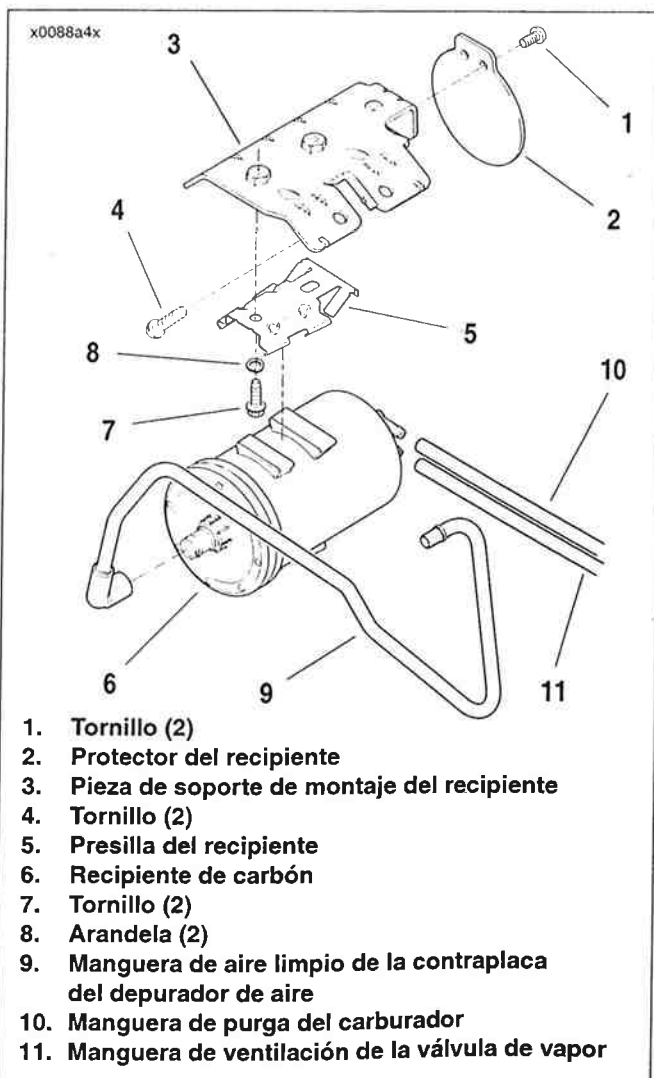
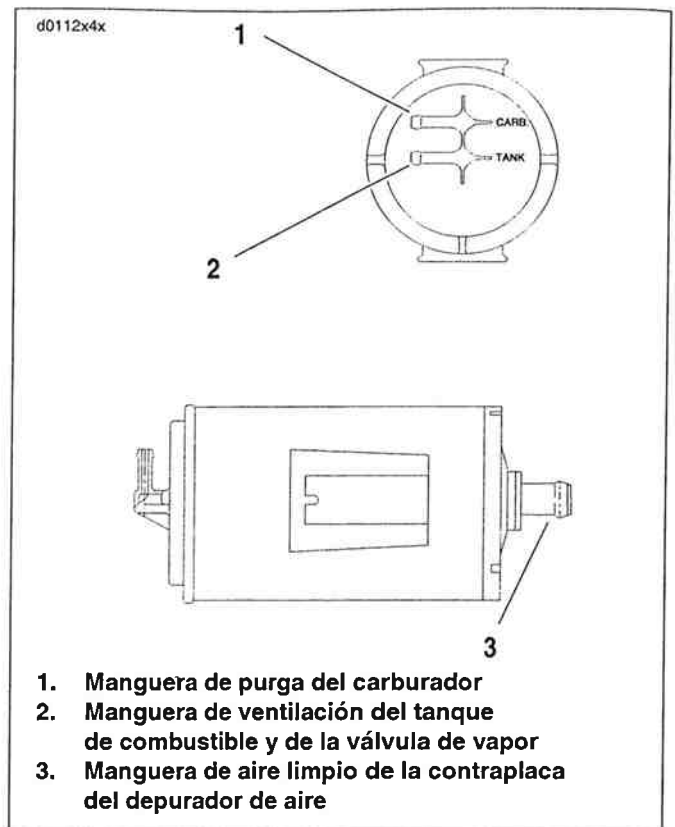

Figura 4-22. Montaje del recipiente de carbón
Figura 4-24. Conexiones del recipiente de carbón
1. Vea la Figura 4-22. El recipiente de carbón está montado en una pieza de soporte que está sujeta a la pieza de soporte de la bomba de frenos trasera, cerca de la parte inferior de la estructura en el frente del punto de pivote de la horquilla trasera. Quite dos tornillos (1) y protector del recipiente (2).
2. Marque las tres mangueras conectadas al recipiente de carbón (6). Desconecte las mangueras del recipiente.
3. Presione las lengüetas de localización en el extremo izquierdo de la presilla del recipiente (5). Deslice el recipiente hacia el lado izquierdo del vehículo hasta que se desacople de la presilla del recipiente.
4. Quite dos tornillos (7) y arandelas (8) para separar la presilla del recipiente de la pieza de soporte de montaje del recipiente (3).
5. Si la pieza de soporte de montaje del recipiente necesita reparación/reemplazo, drene el depósito de la bomba de frenos trasera y desconecte la manguera del depósito de la bomba de frenos trasera. Consulte 2.13 DEPÓSITO DE LA BOMBA DE FRENOS DEL FRENO TRASERO. Quite dos tornillos (4) para separar la pieza de montaje del recipiente de la pieza de soporte de montaje de la bomba de frenos trasera.
1. Vea la Figura 4-22. Si se desmontó la pieza de soporte de montaje del recipiente (3), sujete la pieza de soporte a la pieza de soporte de montaje de la bomba de frenos trasera y la estructura con dos tornillos (4). Apriete a 23,1-29,9 N·m (17-22 lb-pie).
3. Sujete la presilla del recipiente (5) a la pieza de soporte de montaje del recipiente con dos tornillos (7) y dos arandelas (8). Apriete a 4,1-6,8 N·m (36-60 lb-pulg.).
4. Comenzando en el lado izquierdo de la presilla del recipiente, deslice el recipiente de carbón (6) a la derecha hasta que las pestañas en la presilla del recipiente aseguren el recipiente en su lugar. Si el recipiente no está sujeto firmemente doble las pestañas ligeramente hacia fuera.
5. Vea la Figura 4-24. Conecte tres mangueras marcadas en sus dispositivos de conexión correspondientes en el recipiente.
6. Vea la Figura 4-22. Instale el protector del recipiente (2) usando dos tornillos (1). Apriete a 4,0-5,1 N·m (35-45 lb-pulg.).